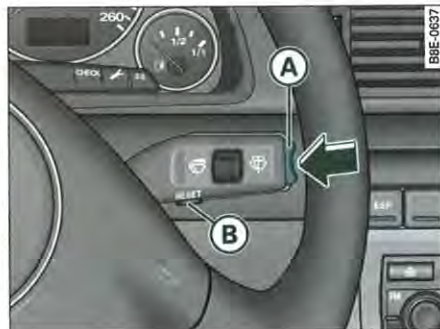
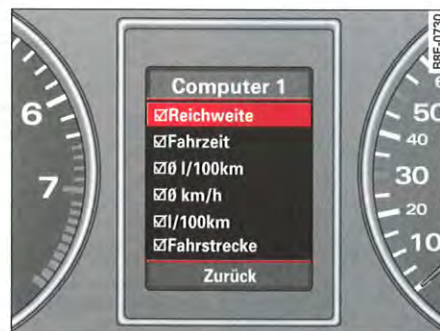

Fig. 27 Levier d'essuie-glaces : touche reset et commande à bascule
Fig. 31 Écran : sélection du menu Computer 1 (Ordinateur 1), Reichweite (Autonomie)
Les fonctions de la touche **[Reset]** (B) ⇒ fig. 27 et de la commande à bascule (A) :
- Pressez la touche **Reset** ⇒ *page 42*, fig. 27. Le menu d'accueil s'affiche ⇒ *page 41*, fig. 26.
- Sélectionnez la fonction **aide** à l'aide de la commande à bascule ⇒ *page 42*, fig. 27.
- Pressez la commande à bascule ⇒ *page 42, fig. 27* jusqu'à ce que la fonction **Réglages** s'affiche.
- Pressez la commande à bascule $\Rightarrow$ page 42, fig. 27 jusqu'à ce que la ligne souhaitée soit activée (fond rouge) $\Rightarrow$ fig. 31.
- Pressez la commande à bascule ⇒ *page 42, fig. 27* jusqu'à ce que la fonction **Einstellen** (Réglages) ⇒ *page 45, fig. 33* soit activée.
- Pressez la commande à bascule ⇒ *page 42, fig. 27* jusqu'à ce que la fonction **Date** ⇒ fig. 35 soit activée. ►
- Pressez la commande à bascule $\Rightarrow$ page 42, fig. 27 jusqu'à ce que la fonction **Retour** $\Rightarrow$ fig. 37 soit activée.